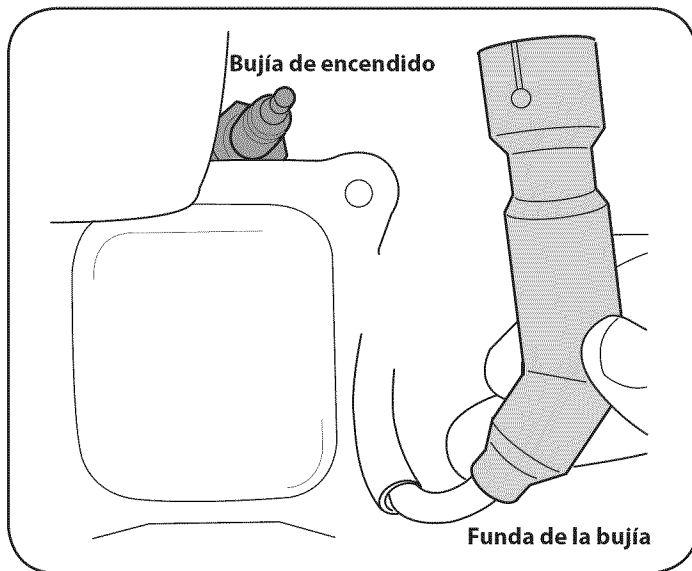

Figura 18
- Retire la funda de la bujía y utilice una llave para bujías para extraerla. Vea la Figura 18.